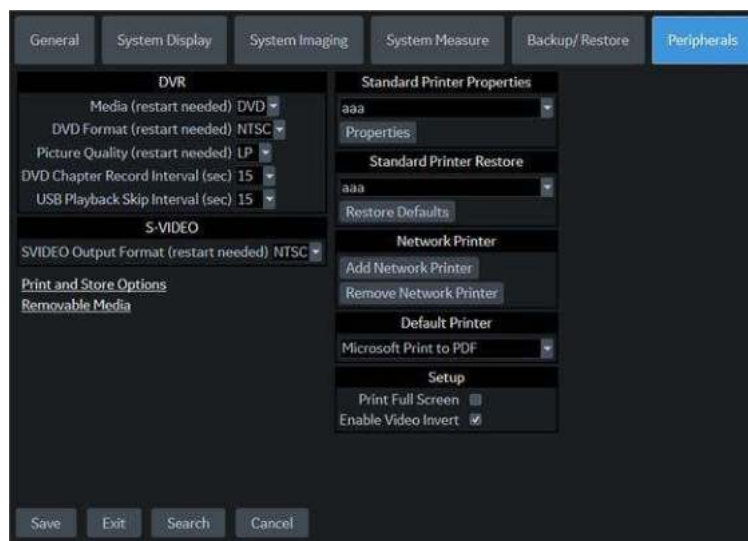

Figura 9-16. Imprimanta de rețea
1. În pagina Utility (Utilitar) -> System (Sistem) -> Peripherals (Echipamente periferice), în „Network Printer” (Imprimantă de rețea) selectați **Remove Network Printer** (Eliminare imprimantă de rețea) (Figura 9-16 de la pagina 9-68).